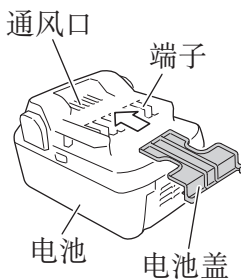

图2
- 为防止发生短路，应将电池装入工具中或者在存放时牢固地插入电池盖，直至看不到通风口。（参照图2）